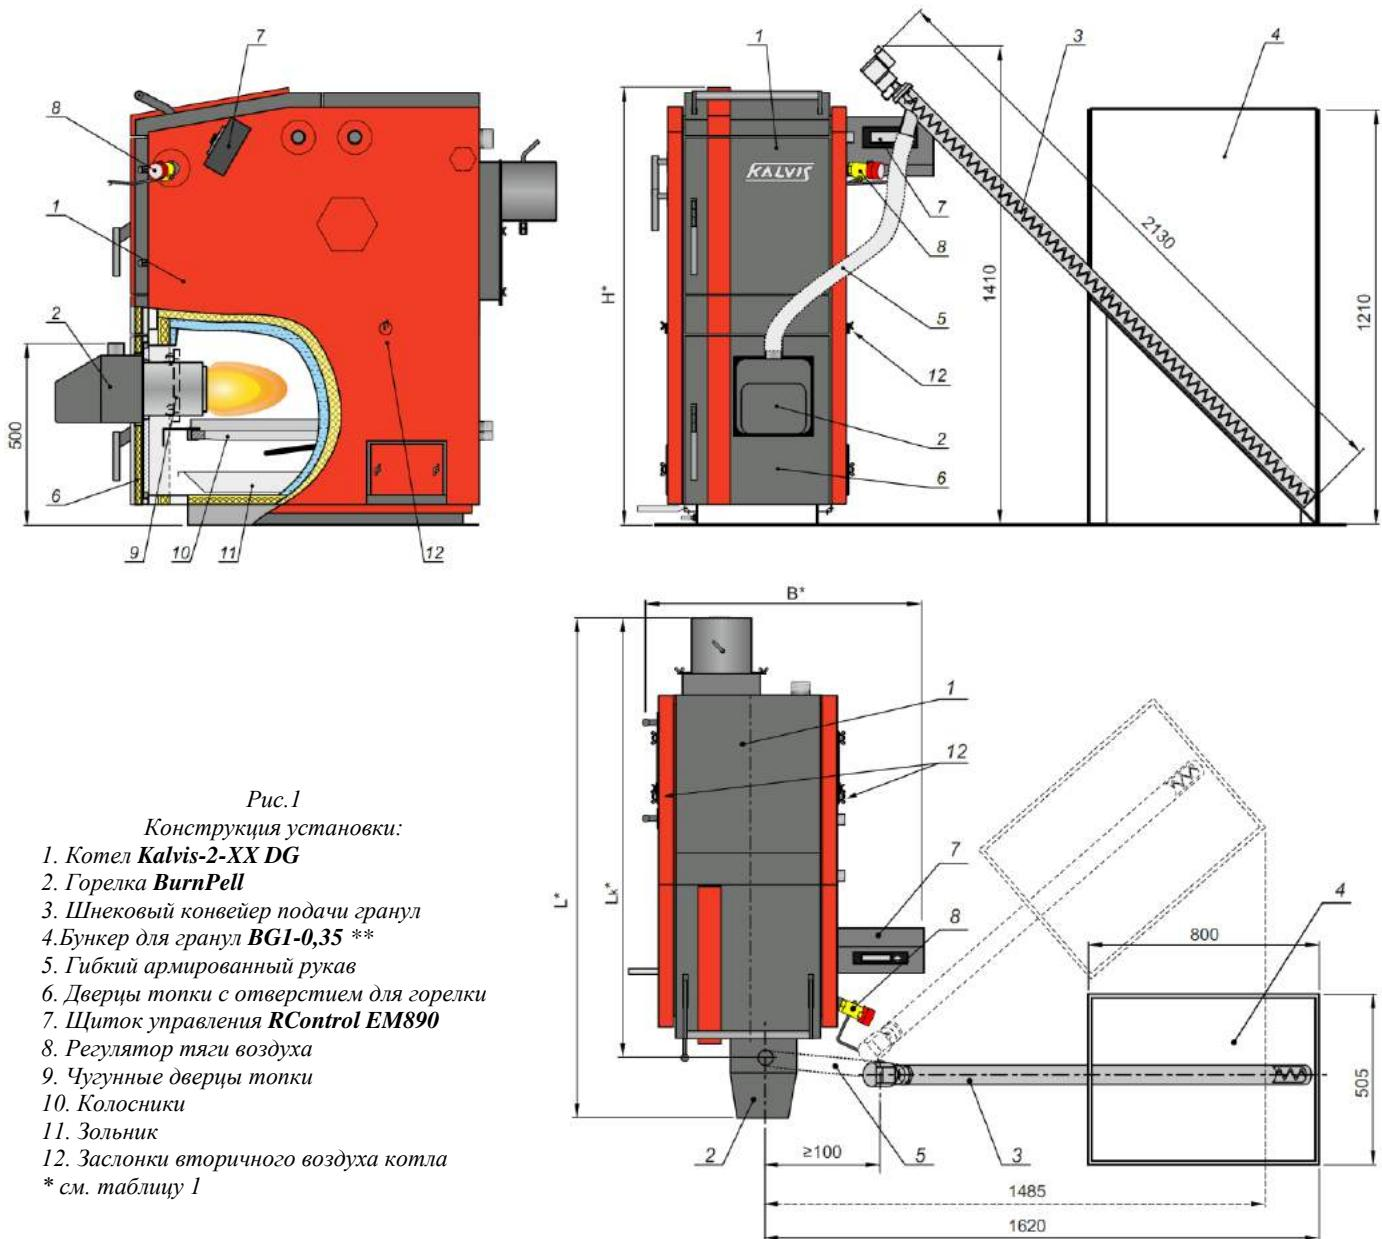

Рис.1
Установку составляют (см. рис. 1):
Котел (см. рис.1)
Котел (1) (см. рис.1), с вмонтированной в дверцы топки (6) горелкой (2), предназначен для топки древесными гранулами.
Горелка (см. рис. 1)
Шнековый конвейер для гранул (см. рис. 1)
Бункер гранулированного топлива (см. рис. 1)
Числовой пост управления (см. рис. 1)
Пульт управления котла (7) (см. рис.1) с аварийным термостатом установлен на боку котла. Дополнительно к пульту котла имеется возможность подключения элементов установки и системы отопления (горелки для гранул, датчиков температуры, насосов системы).
При желании топить котел вручную с использованием в качестве топлива дрова, необходимо из топки удалить горелку. Для этого необходимо снять рукав подачи топлива; снять дверцы (6) (см. рис.1 и 2) вместе с горелкой (2), вместо них вставить отдельно поставляемые дверцы с заслонкой регулирования воздуха и внутренние чугунные дверцы топки (10). Замена дверец топки котла показана на рис. 2. Заслонка дверец цепочкой соединяется с регулятором тяги (9). Открыть и отрегулировав закрепить заслонки вторичного воздуха (12).